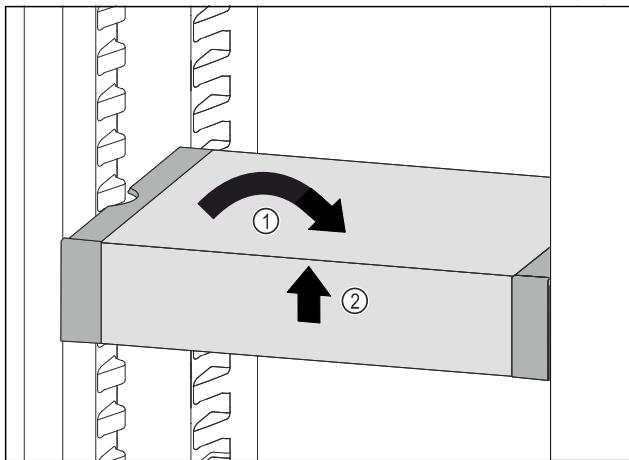

Fig. 107
- ▶ Изправете VarioSafe. Fig. 107 (1)
- ▶ Повдигнете VarioSafe отпред. Fig. 107 (2)